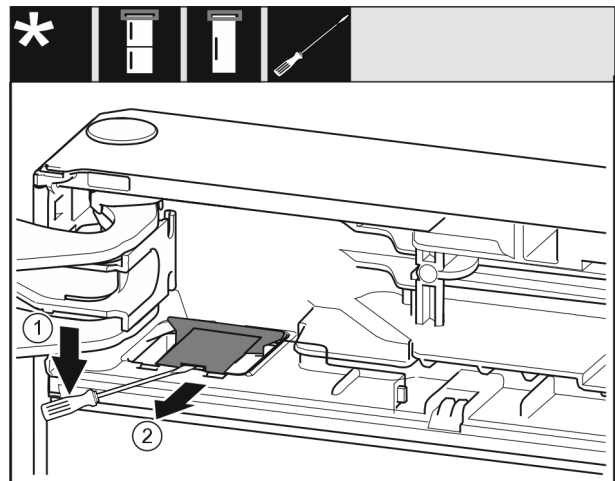

Fig. 10
▶ 使用带槽螺丝刀松开盖板 Fig. 10 (1)。
▶ 取出盖板 Fig. 10 (2)。